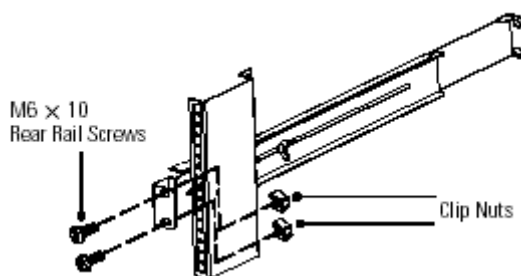

Рисунок 4. Закрепление рейки сзади
6. Используя два винта M6x10 и две специальные гайки, закрепите рейку сзади стойки (см. рис. 4).